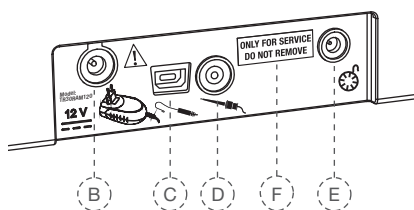

Fig. 3 Prese vista posteriore
*Il connettore USB (Fig. 3, F) consente di installare aggiornamenti software ed eseguire interventi di manutenzione. Tale connettore può essere utilizzato esclusivamente da personale autorizzato dell'assistenza e, al momento della consegna, è coperto da un'etichetta recante la scritta "ONLY FOR SERVICE DO NOT REMOVE" (solo per assistenza, non rimuovere). L'etichetta può essere rimossa soltanto dal personale dell'assistenza.*
3. Collegare il cavo dell'alimentatore alla presa di collegamento (Fig. 3, B) sul retro del dispositivo.
8. Innestare il cavo del comando a pedale alla presa di collegamento (Fig. 3, E) sul retro dell'unità centrale.
10. Collegare la spina del cavo del gancio da labbro alla presa di collegamento (Fig. 3, C) sul retro dell'unità centrale.
12. Collegare la spina del cavo della clip per file alla presa di collegamento (Fig. 3, D) sul retro dell'unità centrale.